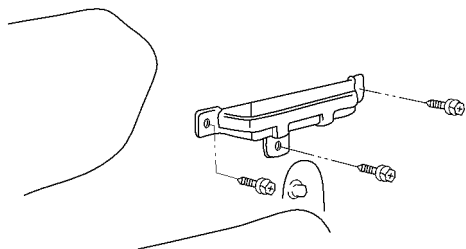
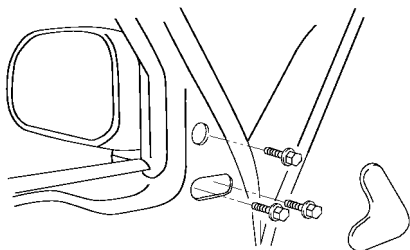

图 17-31 拆下扶手座
图 17-32 拆下门镜孔盖和后视镜
(6) 拆下扶手座。拆下 3 个螺栓和扶手座，如图 17-31 所示。
(7) 拆下辅助孔盖。
(8) 拆下门镜孔盖和后视镜。拆下门镜孔盖，再旋下 3 个螺栓脱开后视镜，如图 17-32 所示。